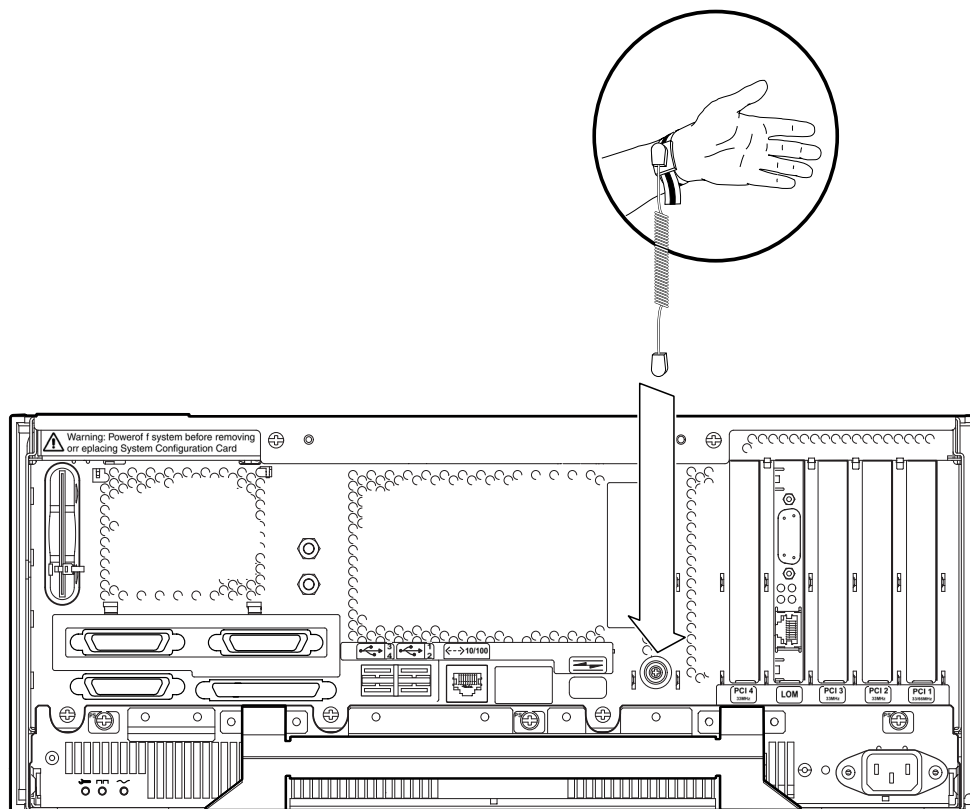
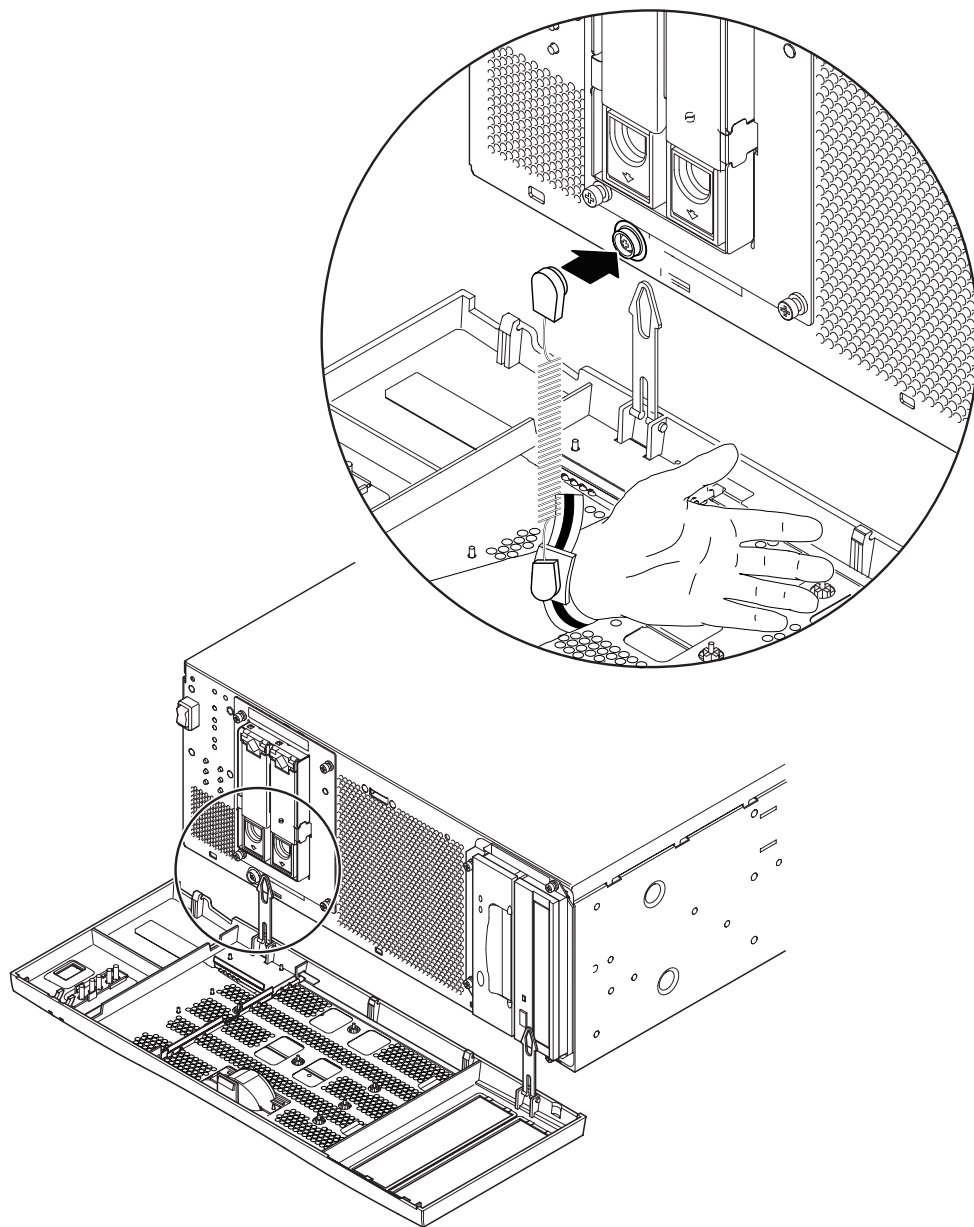

FIGURA 7-19 Conexión de la muñequera antiestática en la parte posterior de la carcasa
FIGURA 7-20 Conexión de la muñequera antiestática en la parte frontal de la carcasa
- Para conectar la muñequera antiestática con la carcasa, coloque la muñequera como se indica en la FIGURA 7-19 o en la FIGURA 7-20.